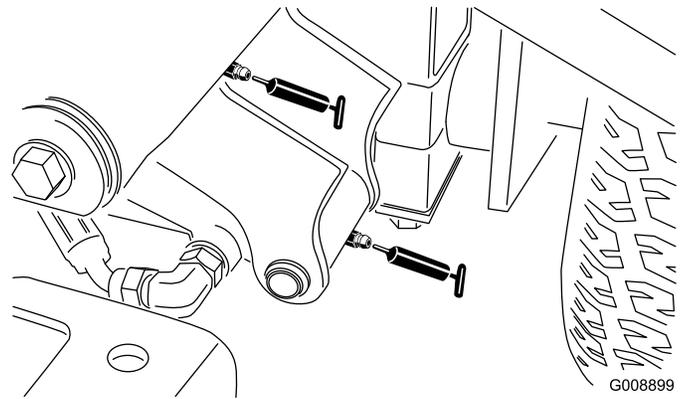

Figura 38
- Pivote (2) y cilindro de elevación del brazo de elevación delantero izquierdo (Figura 38)